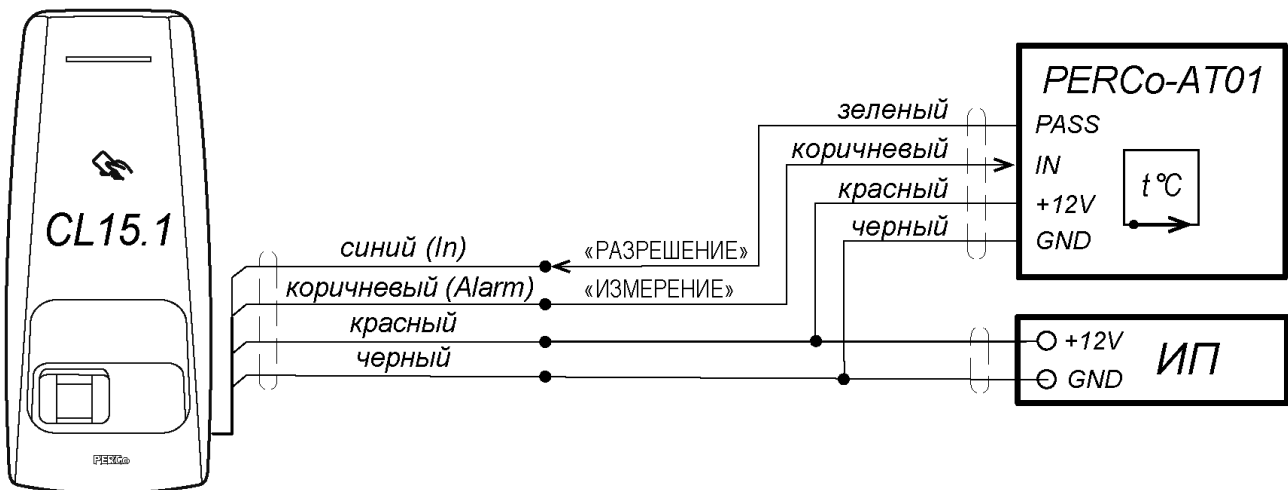

Рисунок 14. Схема подключения к контроллеру *PERCo-CL15.1* пирометра *PERCo-AT01*
1. **Отсутствуют сетевые настройки в компьютере** – установите IP-адрес и маску подсети компьютера. Контроллер при этом должен быть подключен либо непосредственно к сетевому разъему сетевой карты компьютера, либо к тому же Hub/Switch, в который включен компьютер (см. рис. 14).